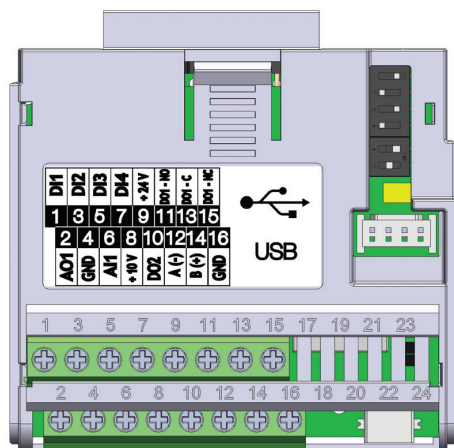

Figura 18.3: Modulo plug-in CFW500-CUSB
Il modulo plug-in CFW500-CUSB ha l'interfaccia Seriale (1) tramite porta RS-485 sui terminali 12 (A-) e 14 (B+), e l'interfaccia seriale (2) tramite porta USB sul connettore standard mini-USB (mini B), v. Figura 18.3.